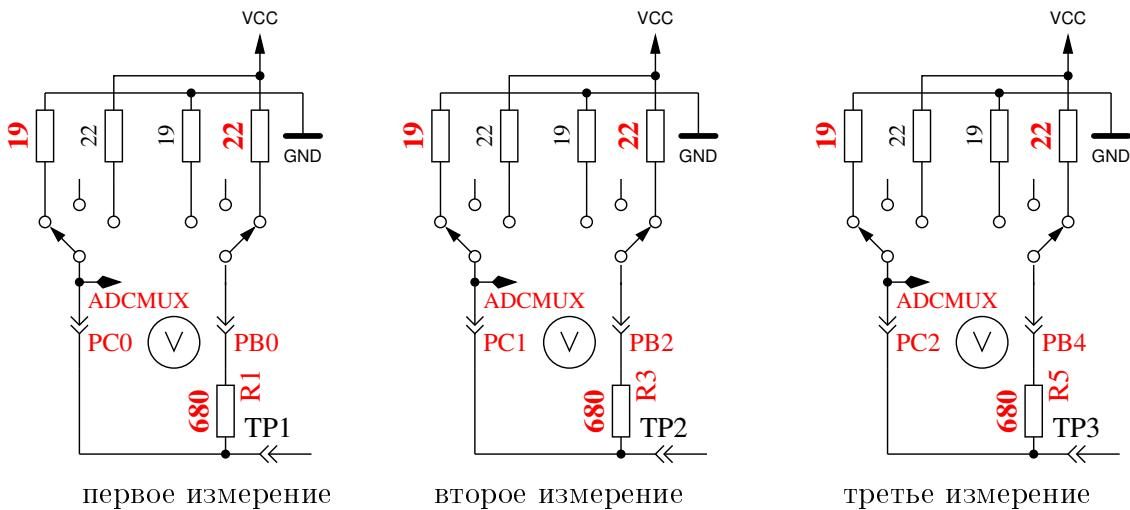

Рис. 5.66. Измерение внутреннего сопротивления порта Ц подключением выходных контактов к ГНД
8. **Измерение внутреннего сопротивления порта подключением выходных контактов к ГНД.** Этот и следующие тесты будут проведены, если выбрана опция АУТО\_ЦАЛ. Внутреннее сопротивление порта Ц с выходами, подключенными к ГНД, измеряеця по току через подключенные к ВЦЦ ( $+5 \text{ V}$ ) резисторы  $680 \Omega$ , смотри рисунок 5.66. Могут быть измерены только три вывода порта АЦП. Внутреннее сопротивление портов Б (ПБ0, ПБ2 и ПБ4) не может быть измерено без изменения аппаратных средств. Будем считать, что внутреннее сопротивление порта для различных портов практически одинаково. Величина сопротивления будет определена в следующем тесте.